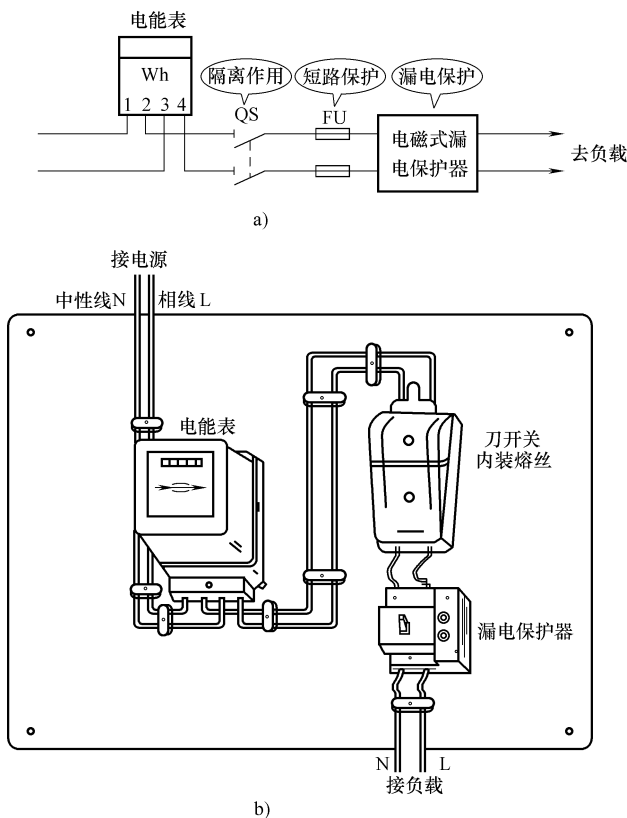
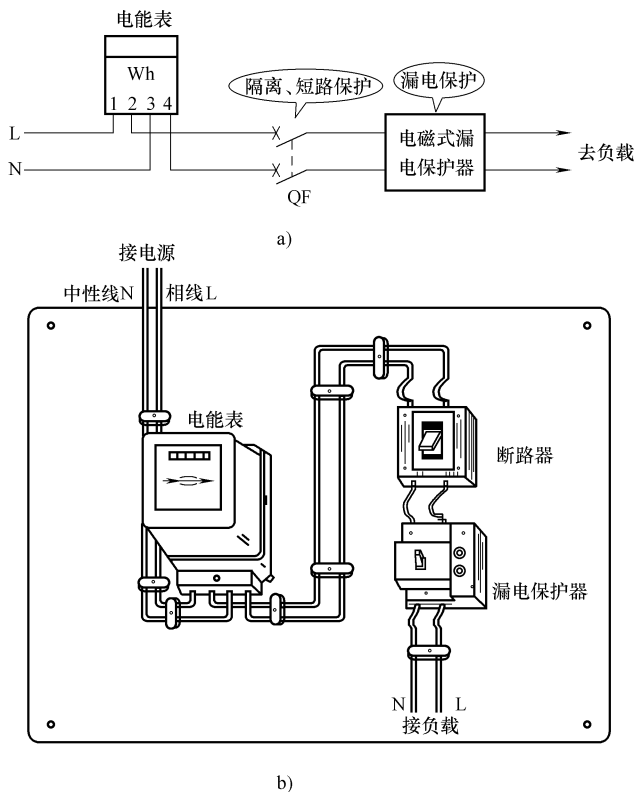

图 1-51 电磁式漏电保护器与刀开关和熔断器联合接线
图 1-52 电磁式漏电保护器与断路器联合接线
- 电磁式漏电保护器, 由于无过载和短路保护功能, 应在其前面加装熔断器或断路器。电磁式漏电保护器与刀开关和熔断器联合接线如图 1-51 所示; 电磁式漏电保护器与断路器联合接线如图 1-52 所示。